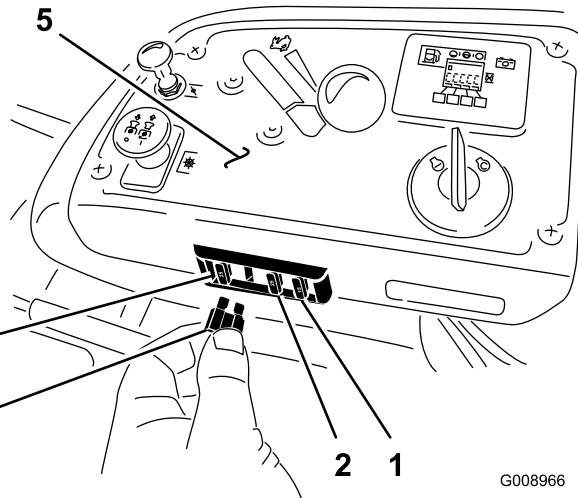

Figura 60
- Los fusibles están situados en la consola de la derecha, junto al asiento (Figura 60).
- Instale un fusible nuevo (Figura 60).